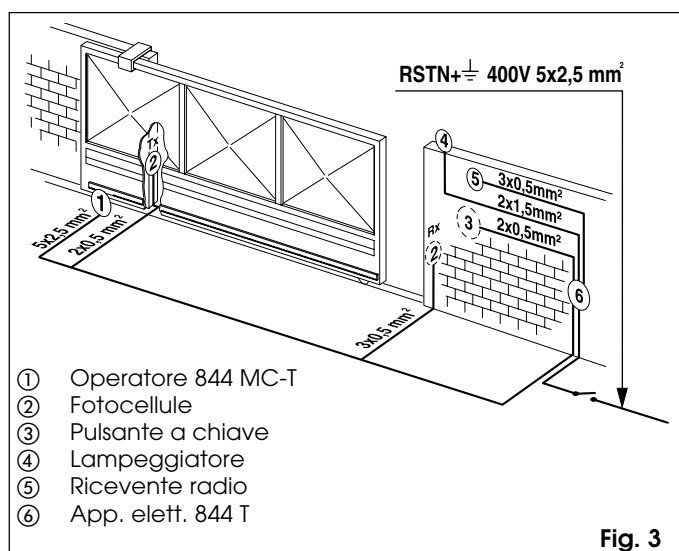

Fig. 3
- 4) Predisporre i cavi elettrici per il collegamento con gli accessori e l'alimentazione elettrica come da Fig.3. Per effettuare agevolmente i collegamenti fare fuoriuscire i cavi circa 45 cm. dal foro (Fig.5-6 rif. ❶) della piastra di fondazione.
Seguendo le indicazioni di Fig.3 predisporre le canalizzazioni ed effettuare i collegamenti elettrici dell'apparecchiatura elettronica 844 T con gli accessori prescelti.